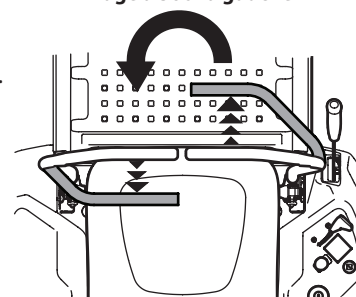

Figure 34
3. Pour tourner à gauche, poussez la barre de conduite droite vers l'avant et tirez la barre de conduite gauche vers l'arrière. Voir Figure 34.